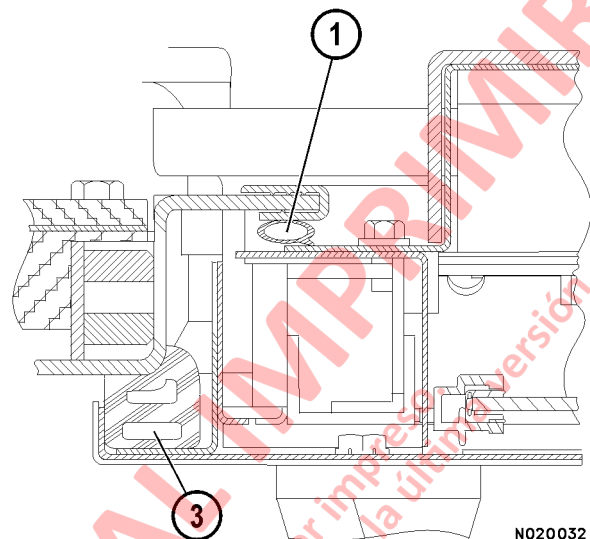

FIGURA 2-17.
3. Instale el sello para que las esquinas de este quepan en las esquinas del marco de la puerta (3, Figura 2-17).
1. Tire un extremo del sello hacia arriba, comenzando desde la parte central inferior de la abertura de la puerta. El sello debería soltarse del reborde de la abertura de la cabina. Tire el sello alrededor de la abertura para sacarlo (1, Figura 2-17 y 2-18).